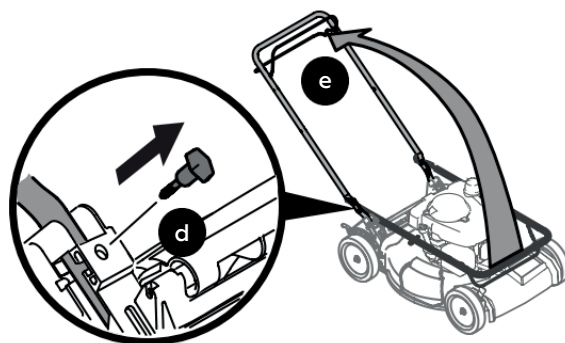

Рис. 2
- Удалите болты (d) из кронштейнов рукоятки (рис. 2).
- Зафиксируйте косилку так, чтобы она не передвигалась, и поднимите рукоятку (e) вверх (рис. 2). Не зажмите тросы управления привода ножа или привода колес при подъеме рукоятки.